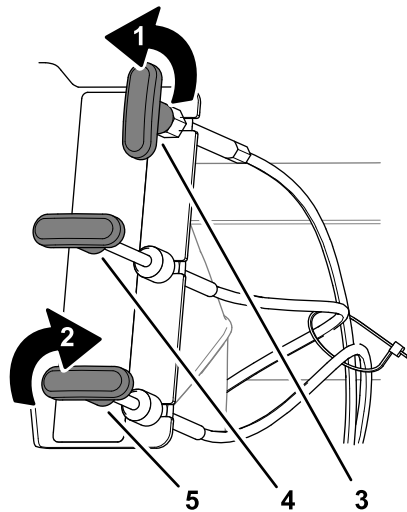

Figure 21
1. Tournez la poignée de la commande de la trappe dans le sens antihoraire pour déverrouiller la commande (Figure 21).
3. Tournez la poignée de la commande de la trappe dans le sens horaire pour verrouiller la commande (Figure 21).
1. Tournez la poignée de la commande du déflecteur dans le sens antihoraire pour déverrouiller la commande (Figure 21).
3. Tournez la poignée de la commande du déflecteur dans le sens horaire pour verrouiller la commande (Figure 21).
1. Tournez la poignée de la commande du diffuseur dans le sens antihoraire pour déverrouiller la commande (Figure 21).
3. Tournez la poignée de la commande du diffuseur dans le sens horaire pour verrouiller la commande (Figure 21).